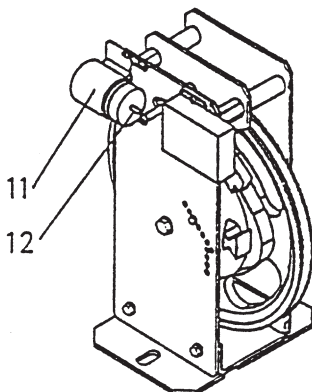

Fig. 2
Per mezzo di un tasto, il comando a distanza (fig. 2, pos. 11) provoca l'innesto del pendolo su percorso elettro-magnetico nella scatola dell'interruttore stesso.